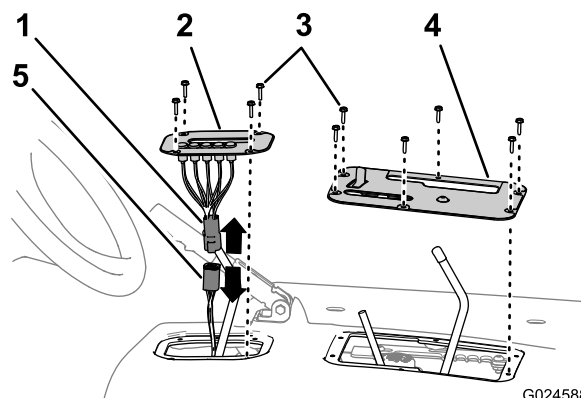

図 5
3. シフト表示用インジケータを持ち上げてコネクタを外し、インジケータカバーを車両から取り外す 図 5。
4. コントロールカバーを座席シュラウドに固定している六角ねじ6本を外し、コントロールカバーを取り外す 図 5。
2. シフト表示カバーを座席シュラウドに固定している六角ねじ4本を外す 図 5。